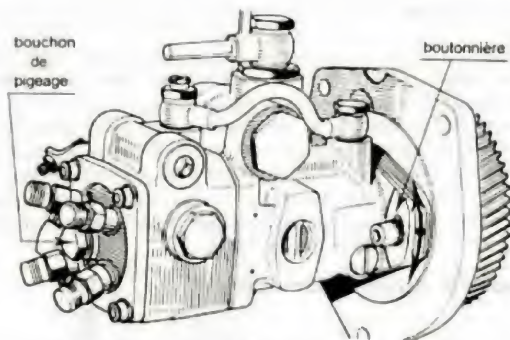

Fig. 16.
- Déposer le bouchon de « pigeage » situé au centre de la tête hydraulique (fig. 16).